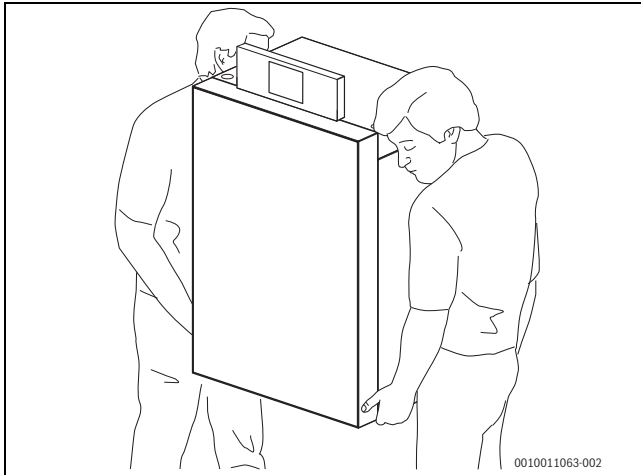

Bild 6 Heizkessel tragen
- Heizkessel wie in Bild 6 dargestellt, heben und tragen.